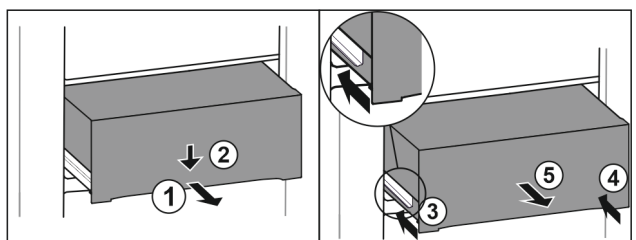

Fig. 142
- ▶ 将抽屉拉出一半。 Fig. 142 (1)
- ▶ 朝下按压正面的抽屉。 Fig. 142 (2)
- ▶ 将左侧轨道推入大约 2 cm。 Fig. 142 (3)
- ▶ 将右侧轨道推入大约 2 cm。 Fig. 142 (4)
- ▶ 朝前取出抽屉。 Fig. 142 (5)